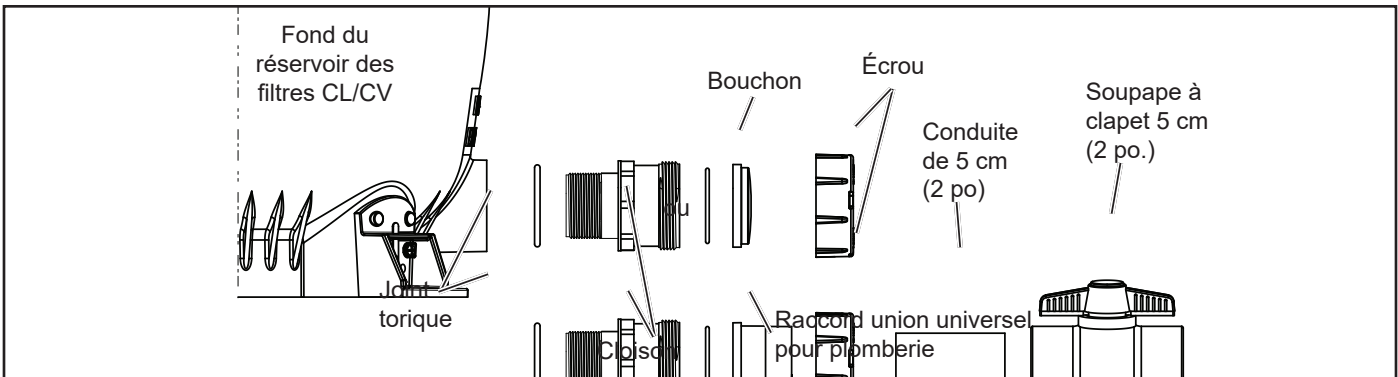

Figure 6. Configurations du drain des filtres à cartouche séries CL/CV Jandy
9. Raccorder les tuyaux à l'aide des raccords unions fournis avec le filtre. **Ne pas utiliser du ruban en Téflon ou de la pâte à joint sur les raccords unions.** Poser les raccords unions secs et serrer à la main. Voir la Figure 6.
- Si cela est souhaité, le drain du filtre CV peut être branchée à l'aide d'un raccord union universel Jandy. La plomberie doit comporter une soupape à clapet, tel qu'indiqué à la Figure 6.